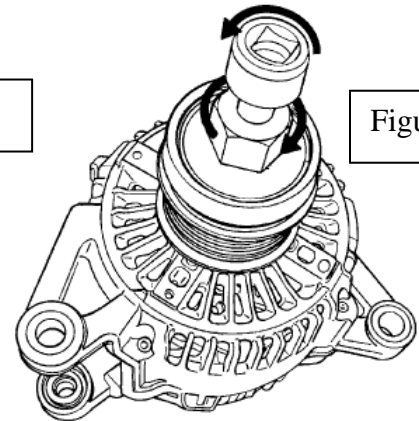

Figure 3
10. With a torque wrench rotate the alternator shaft clockwise while holding the OAD shaft stationary. Torque spec 47-62 Ftlbs – 65-85 Nm: Figure 3.
10. Au moyen d'une clé dynamométrique, faire pivoter l'arbre d'alternateur en sens horaire tout en tenant l'arbre du découpleur stationnaire. Couple de serrage 47-62 pi-lb – 65-85 Nm : Figure 3.